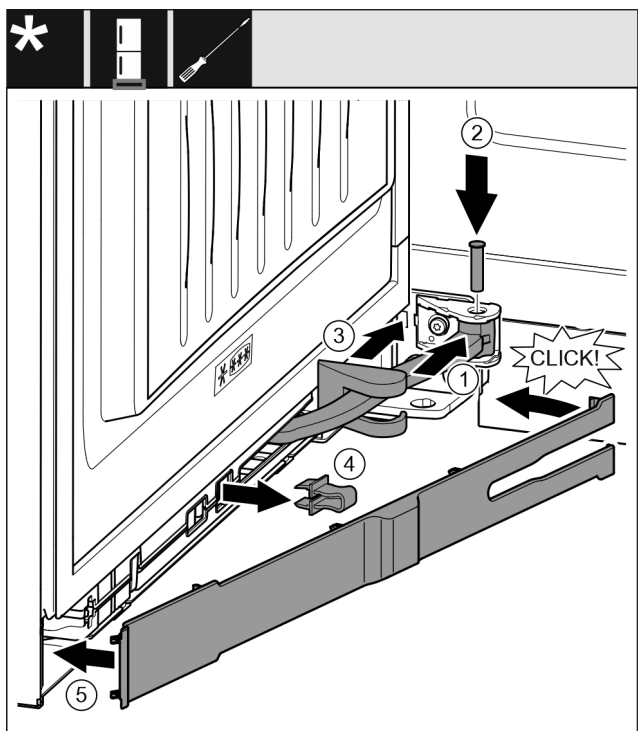

Fig. 47
- ▶ Przegub obrócić w mocowaniu. Fig. 47 (1)
- ▶ Przy pomocy śrubokręta T15 sworzeń umieścić w mocowaniu i przegubie. Przy tym zwrócić uwagę, aby krzywka zatraskowa została prawidłowo umieszczona w rowku. Fig. 47 (2)
- ▶ Ostonę płytki zawiasu przesunąć wzdłuż przegubu i zamontować nad mocowaniem. Fig. 47 (3)
- ▶ Zdjąć zabezpieczenie. Fig. 47 (4)
- ▶ Zaślepkę założyć od strony uchwyty i przechylić. Fig. 47 (5)